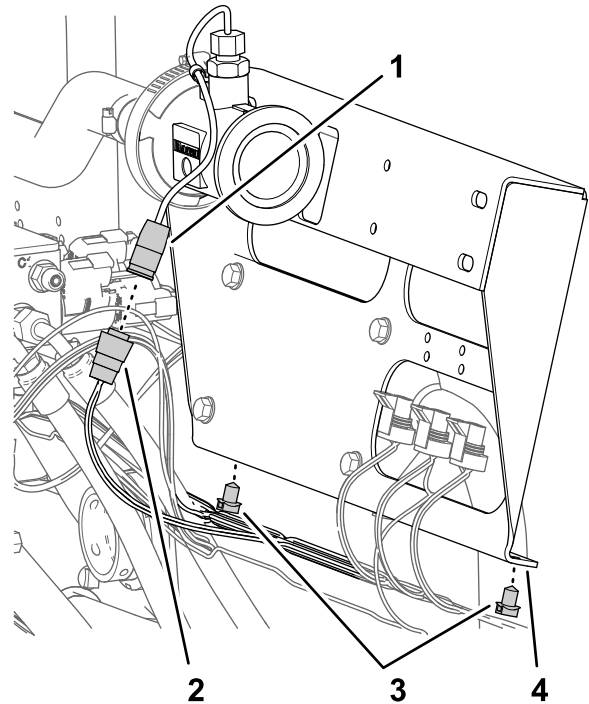

Рисунок 72
1. Отсоедините 3-гнездовой разъем жгута проводов машины с маркировкой FLOW METER (РАСХОДОМЕР) от 3-штыревого разъема на расходомере (Рисунок 72).
2. Снимите 2 вставных держателя жгута проводов машины с нижнего фланца кронштейна клапана секции (Рисунок 72).